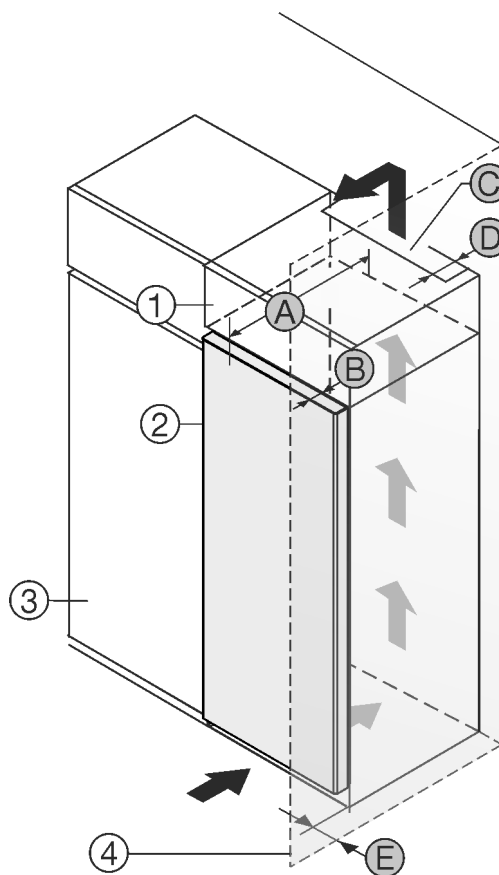

Fig. 1
- (1) Nastavná skříňka \*
- (2) Příklad \*
- (3) Kuchyňská skříň \*
- (4) Stěna \*
- (5) Hloubka přístroje \*
- (6) Hloubka dvířek \*
- (7) Ventilační průřez \*
- (8) Vzdálenost zadní strany přístroje \*
- (9) Vzdálenost k zadní straně přístroje \*
Můžete příklad nainstalovat přímo vedle kuchyňské skříňky Fig. 1 (3)\*.
Na zadní straně nastavné skříňky musí být větrací šachta hluboká Fig. 1 (7) přes celou šířku nastavné skříňky.\*
Pod stropem místnosti musí být dodržen ventilační průřez Fig. 1 (7)\*.
Když příklad instalujete závěsy vedle stěny Fig. 1 (4), musí být vzdálenost mezi pístrojem a stěnou minimálně 13 mm.\*
Aby bylo možné dvířka plně otevřít, musí příklad přesahovat o hloubku dvířek Fig. 1 (6) vůči přední linii kuchyňské skříňky. V závislosti na hloubce kuchyňských skříňek Fig. 1 (3) a použití vymezočů odstup od stěny může příklad vyčnívat dále.\*